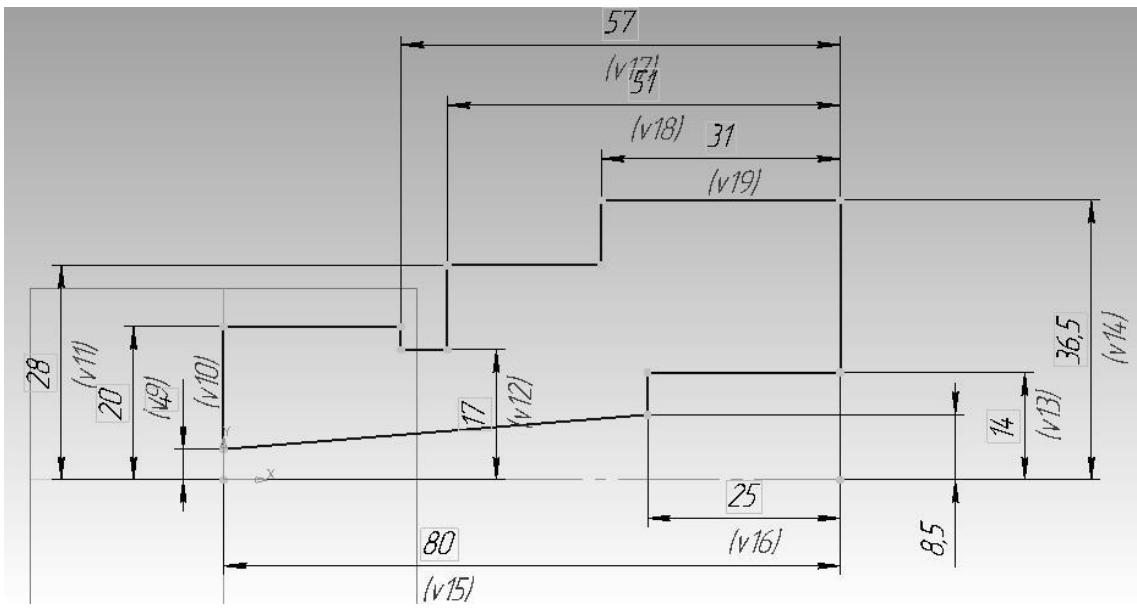

Рис.1 Эскиз для построения модели с помощью операции вращения
- При построении 3D модели вращением необходимо сначала построить эскиз, который представляет половину сечения детали и ось симметрии детали, относительно которой будет происходить вращение. Ось симметрии задается штрихпунктирной линией (рис. 1);